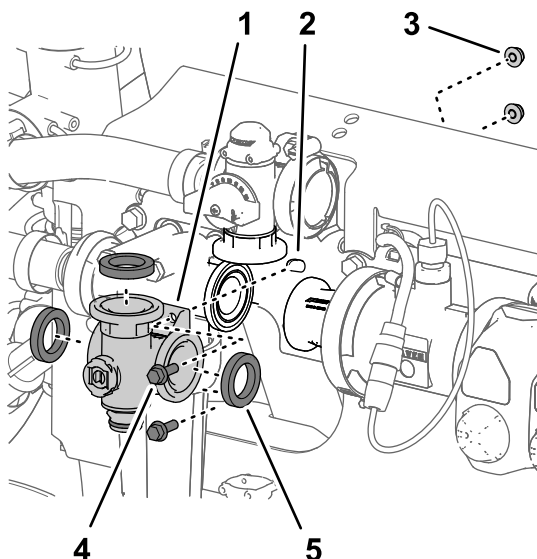
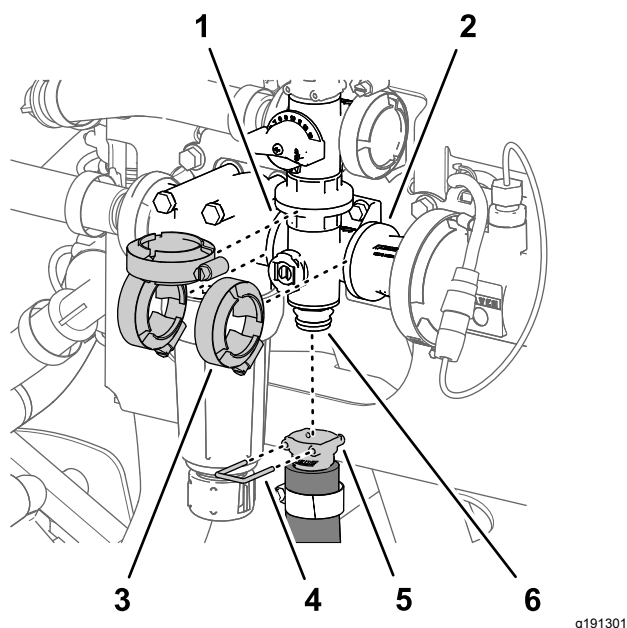

Figure 120
Figure 121
- Alignez la bride du collecteur de la vanne d'agitation et les 3 joints sur les brides de la vanne de dérivation d'agitation, de la tête du filtre sous pression et de l'adaptateur d'accouplement (Figure 121 et Figure 120).
2. Fixez légèrement le collecteur de vanne d'agitation à la vanne de dérivation d'agitation, la tête du filtre sous pression et l'adaptateur d'accouplement (Figure 121) à l'aide des 3 colliers que vous avez retirés à la section Dépose de la valve du collecteur d'agitation (page 85).
5. Serrez les 3 colliers bride à la main (Figure 121).
6. Fixez le raccord rapide du flexible d'agitation au raccord rapide du collecteur de vanne d'agitation à l'aide de l'étrier de fixation (Figure 121).